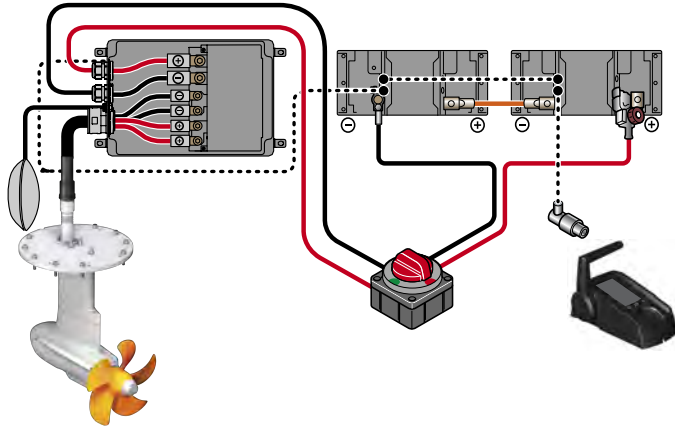

Fig. 18: Esquema de conexiones de Power 26-104
2. Conecte el cable que quede a las baterías; consulte "Fig. 18: Esquema de conexiones de Power 26-104".